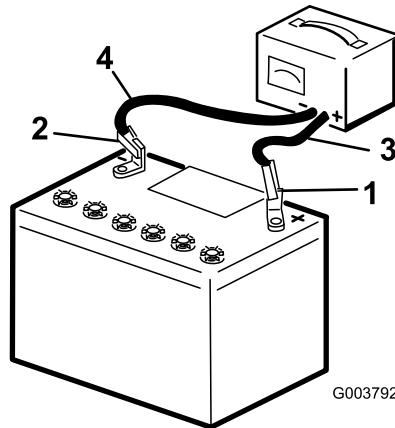

Figura 50
2. Cargue la batería durante 4 a 8 horas a un ritmo de 3 a 4 A (Figura 50). No sobrecargue la batería.
electricidad, luego desconecte los cables del cargador de los bornes de la batería (Figura 50).